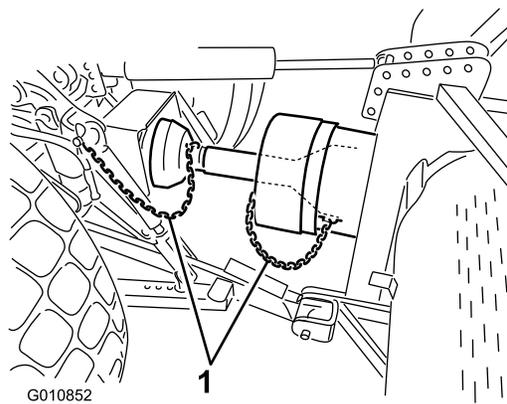

图 25
- 将护罩安全链连接到 PTO 护罩和主机支架图 25。确保升起和降下打孔机时安全链保持松弛状态。